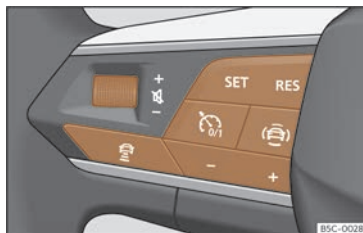

Fig. 110 No volante multifunción: botóns para manexar o ACC.
- Prema a tecla do volante multifunción >>> **fig. 110**.
- Para comezar a regulación prema a tecla **SET** >>> **fig. 110**.
Para programar a velocidade, prema os botóns **+ ou -** >>> **fig. 110** ata a velocidade desexada. O axuste da velocidade realízase en intervalos de 10 km/h (5 mph).
- Prema a tecla  e, a continuación, a tecla + ou - >>> **fig. 110**.
- Prema brevemente a tecla  >>> **fig. 110** ou pise o pedal do freo.